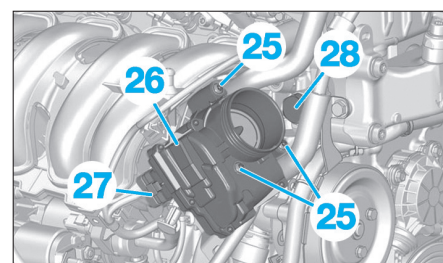

Fig. 14
- les vis (25) (Fig.14),
- le boîtier papillon (26).
- Débrancher le connecteur (27).
- Déposer le tendeur de chaîne de distribution (28).